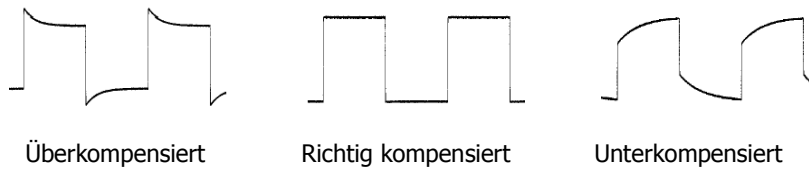

Bild 1-8 Tastkopfkompensation
3. Verwenden Sie zur Kompensationseinstellung (Abgleichöffnung im Tastkopf) einen nichtmetallischen Schraubendreher. Bei richtiger Kompensationseinstellung wird ein einwandfries Rechtecksignal (siehe Bild 1-8 Mitte) auf dem Bildschirm dargestellt.